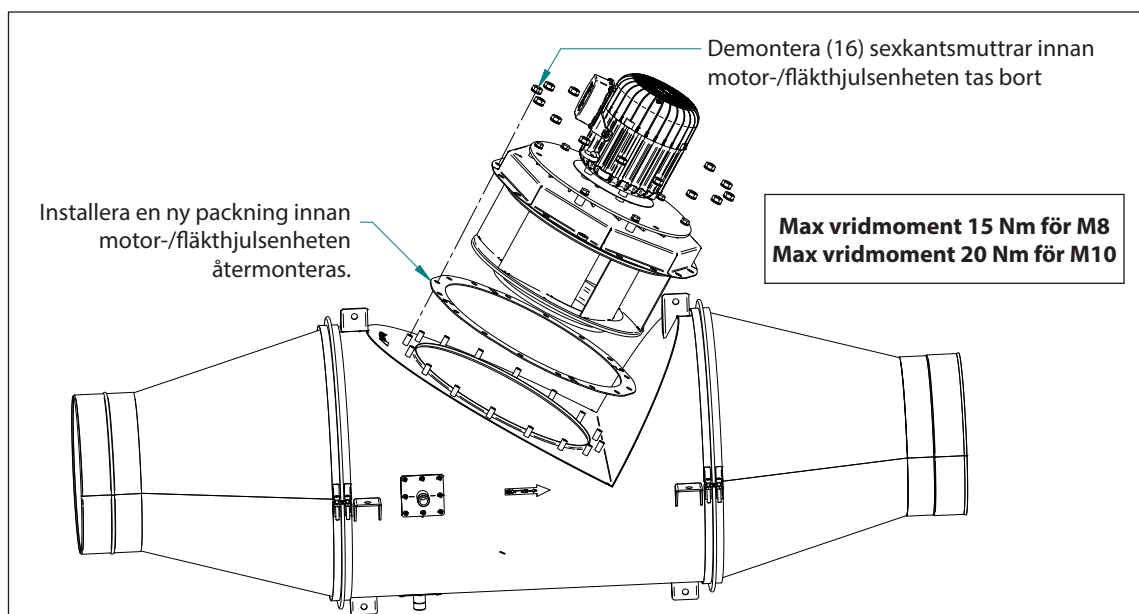

Fig. 12
Se fig.12 nedan, följ dessa steg för att öppna CFIR Kanalfläkt så att den kan rengöras och inspekteras:
5. Sätt åter in motor- och fläkthjulsenheten och dra åt sexkantsmuttrarna enligt anvisningarna i Fig. 12.